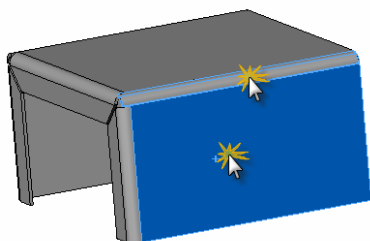
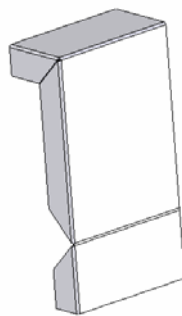

图 9-154 选择固定边和要展开的折弯
图 9-155 展开一个折弯
❷ 在图形区域中选择箭头所指的面作为固定面，选择箭头所指的折弯作为要展开的折弯，如图 9-154 所示。单击“确定”图标, 结果如图 9-155 所示。